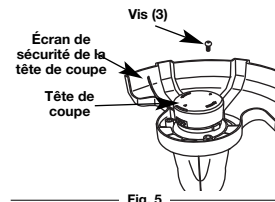

Fig. 5
- Tournez l'appareil de façon à ce que la tête de coupe soit tournée vers le haut (Fig. 5).
- Vissez et serrez les vis avec un tournevis cruciforme (Fig. 5).